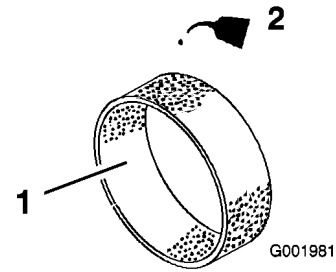

図 46
4. 乾いたら新しいエンジン・オイルを 30～60 cc 含ませる（図 46）。